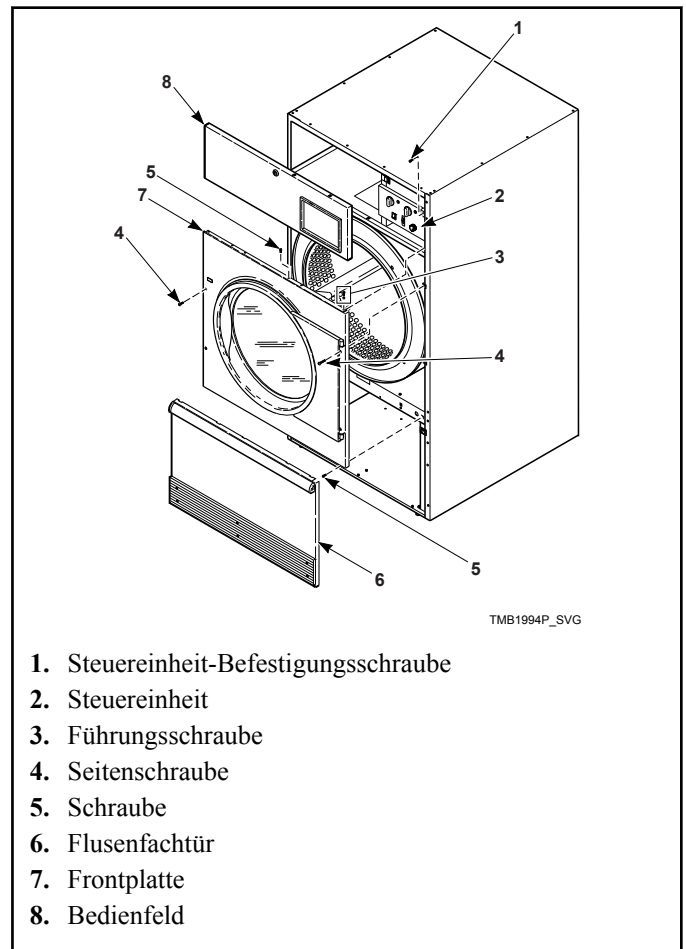
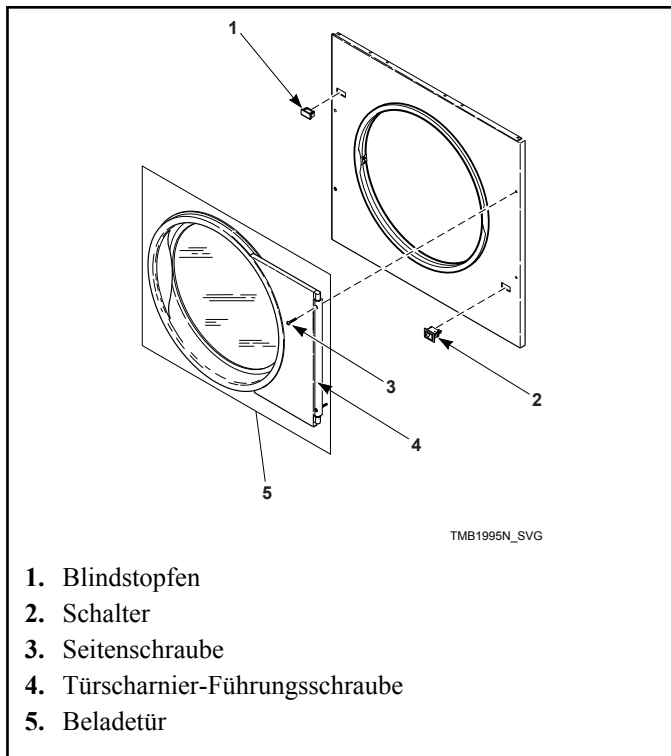

Abbildung 10
Abbildung 11
2. Das Bedienfeld entriegeln und abnehmen. Die beiden Steuerungseinheit-Befestigungsschrauben auf der rechten Seite entfernen. Die Steuerungseinheit herausschwenken, um Zugang zur rechten Führungsschraube des oberen Flansches zu erhalten. Siehe *Abbildung 10*.
4. Die vier Bedienfeldschrauben entfernen. Siehe *Abbildung 10*. Die Türscharnierzylinder auf der Führungsschraube angebracht lassen. Die Führungsschraube und Tür als eine Einheit abnehmen. Siehe *Abbildung 11*.
5. Die restlichen Bedienfeldschrauben entfernen. Siehe *Abbildung 10*. Den Türschalter-Kabelbaum vom Schalter abklemmen. Das Bedienfeld abnehmen. Siehe *Abbildung 11*.
6. Die Position von Schalter und Blindstopfen tauschen. Die Zungen mit einer einstellbaren Zange eindrücken und den Blindstopfen und Schalter vom Bedienfeld entfernen. Den Schalter wieder einbauen und den Knopf so ausrichten, dass er zur Mitte der Maschine zeigt. Den Blindstopfen an der vorherigen Position des Schalters anbringen. Siehe *Abbildung 11*.